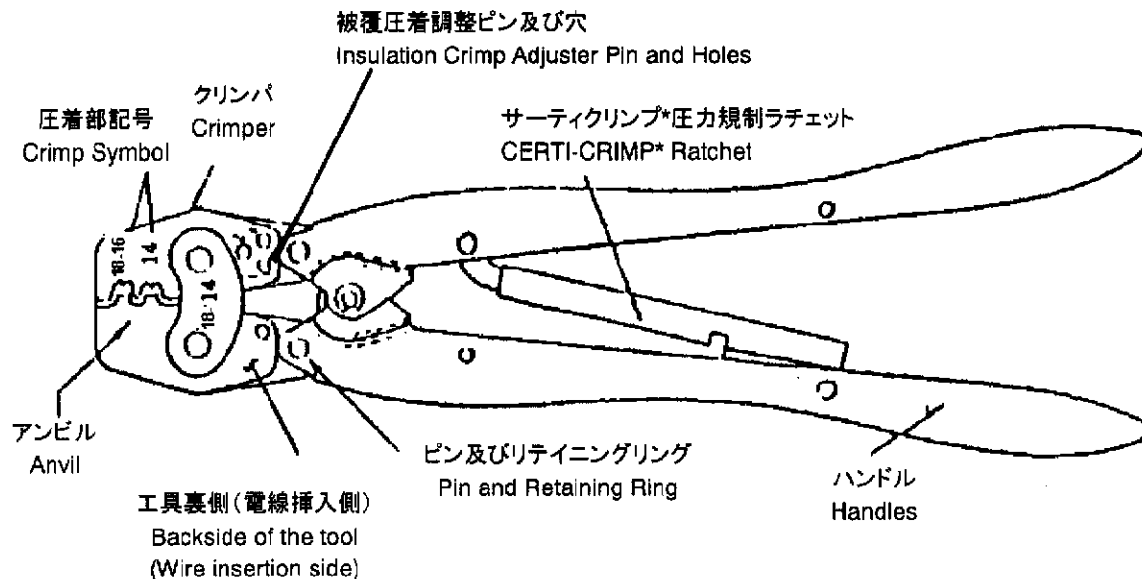

Fig. 1
この取扱説明書はFig.1に示すAMP*250ファスティン・ファストン*用ハンドツールを使用して、Fig.2に示すコンタクトを圧着する手順を説明するものです。作業の前にこの説明書をよくお読みください。
This instruction sheet covers the use of AMP* hand tool for 250 Fastin-Faston* contact (Fig.1), which crimps the contacts listed in Fig.2. Read this instruction carefully before using the hand tool.
- 3) Fig.1、Fig.2 を参照し、適用電線に合わせて使用する圧着箇所を確認してください。
- 3) Refer to Fig.1 and Fig.2, determine the crimp position (symbol) in accordance with the wire size.